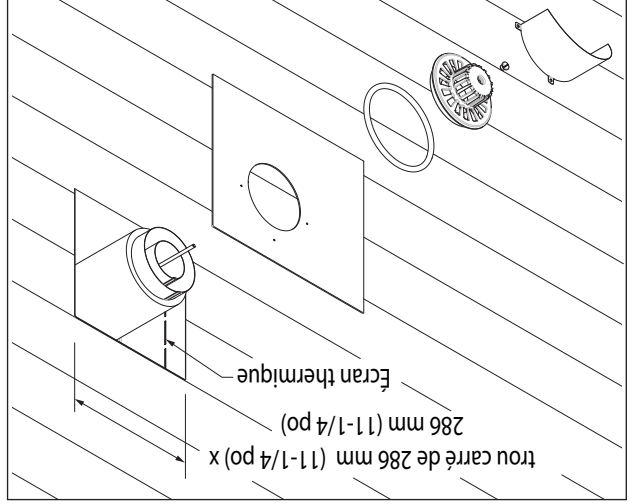

Figure 9
7. La plaque de montage extérieure (F) et l'anneau en caoutchouc silicone (G) doivent être installés entre le capuchon de l'évent (A) et le mur extérieur. Remarque : Pour plus de sécurité, la plaque de montage extérieure (F) peut être fixée à l'extérieur du mur à l'aide du matériel approprié pour le montage sur la surface du bâtiment. La plaque de montage extérieure (F) doit être positionnée au ras du mur et scellée avec un mastic non durcissant (mastic de silicone). Lorsque vous positionnez la plaque de montage extérieure (F) pour l'installation, assurez-vous que le trou de décalage est situé à droite de la plaque de montage.
8. Avant de fixer le chapeau d'évacuation (A) au mur extérieur, appliquez un cordon de mastic non durcissant (silicone) autour de son bord extérieur, de manière à assurer l'étanchéité entre lui et la plaque de montage extérieure (F).
9. Faites glisser le capuchon d'évent (A) en position et fixez-le à l'aide de l'écrou fourni (E). Serrez l'écrou (E) jusqu'à ce que le capuchon de ventilation (A) s'appuie sur la plaque de montage extérieure (F) (voir figure 9).
10. Fixer l'écran pare-pluie (J) à la plaque de montage extérieure (F)